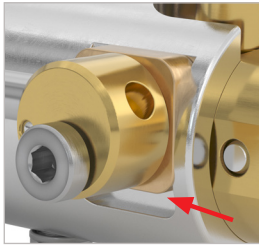
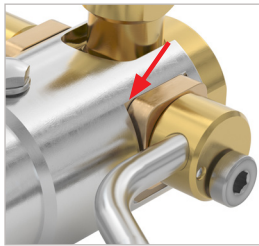

Abbildung 16
Abbildung 17
- ▶ Bringen Sie mit dem kleinen Schraubendreher einen dünnen Film des WEH® Schmiermittels zwischen den Exzentern (roter Pfeil, *Abbildung 16* und *Abbildung 17*) auf.